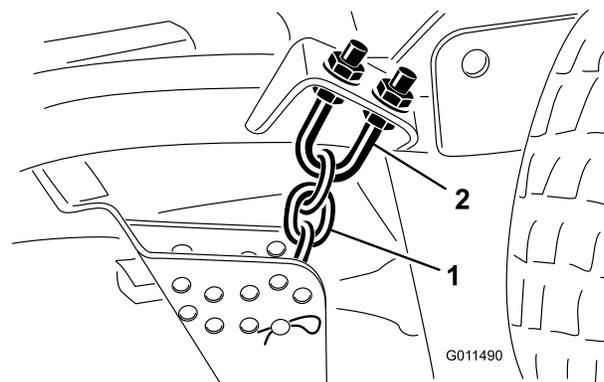

Figure 76
1. Desserrez les écrous de blocage en haut ou en bas de l'étrier fileté de la chaîne de hauteur de coupe (Figure 76).